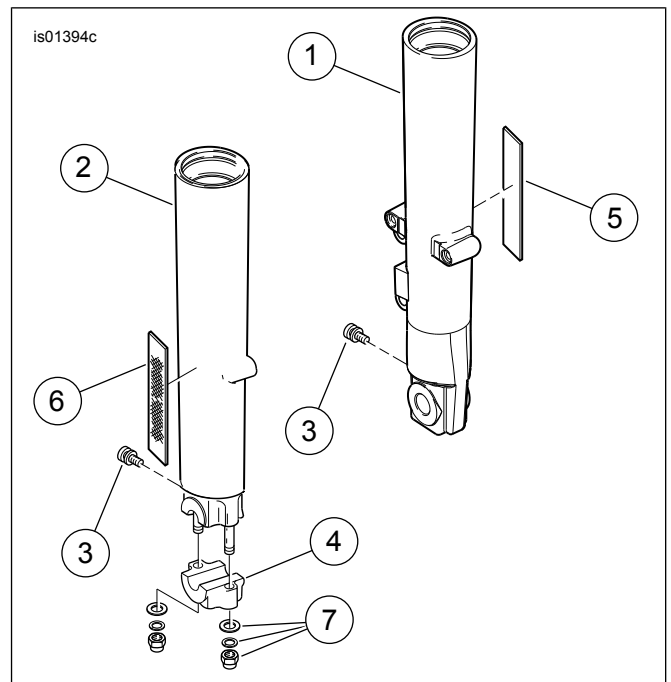
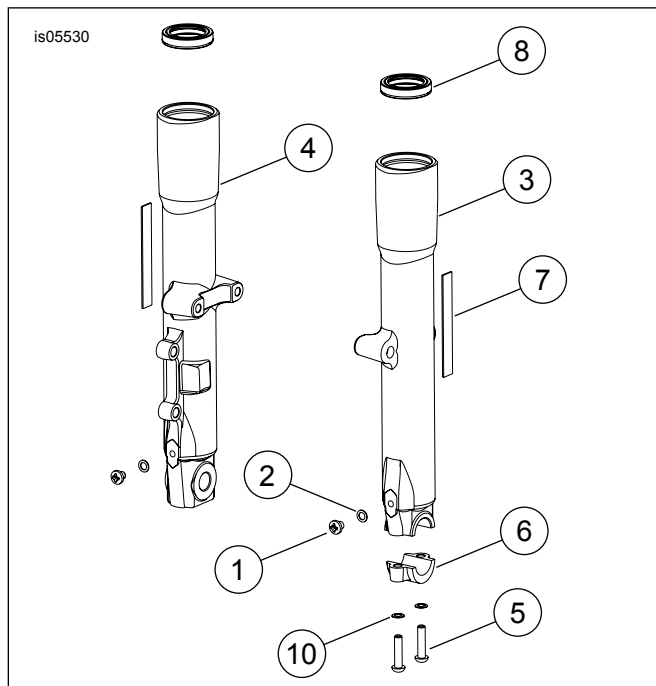

Abbildung 2. Ersatzteile: verchromte Gabelgleitrohre – Frühere Modelle
Abbildung 3. Ersatzteile: verchromte Gleitrohrsätze – spätere Modelle
Siehe Abbildung 2, Tabelle 1, Abbildung 3 und Tabelle 2.
5. **Für Modelle ab 2000 AUSSER Touring:** Siehe Abbildung 1. Ein Stück Zahnseide (oder ähnliches Material) hin- und herbewegen, um den Reflektor an beiden Enden der Gleitrohre zu lösen. Anschließend den Reflektor seitwärts hin- und herbewegen, bis er sich abnehmen lässt. Reflektor zur späteren Wiederverwendung aufbewahren. Siehe Abbildung 2. Am gegenüberliegenden Gleitrohr ebenso verfahren. Klebstoffreste von beiden Reflektoren entfernen. Zur Befestigung müssen die Klebeflächen sauber sein.
- Frühere Modelle mit 39-mm-Gabeln (siehe Abbildung 2): Auf ein Drehmoment von 1,5–1,9 N·m (13–17 in-lb) anziehen.
- Frühere Modelle mit 41-mm-Gabeln (siehe Abbildung 2): Auf ein Drehmoment von 5,8–8,8 N·m (52–78 in-lb) anziehen.
- Spätere Modelle (siehe Abbildung 3): Auf ein Drehmoment von 5,8–8,8 N·m (52–78 in-lb) anziehen.